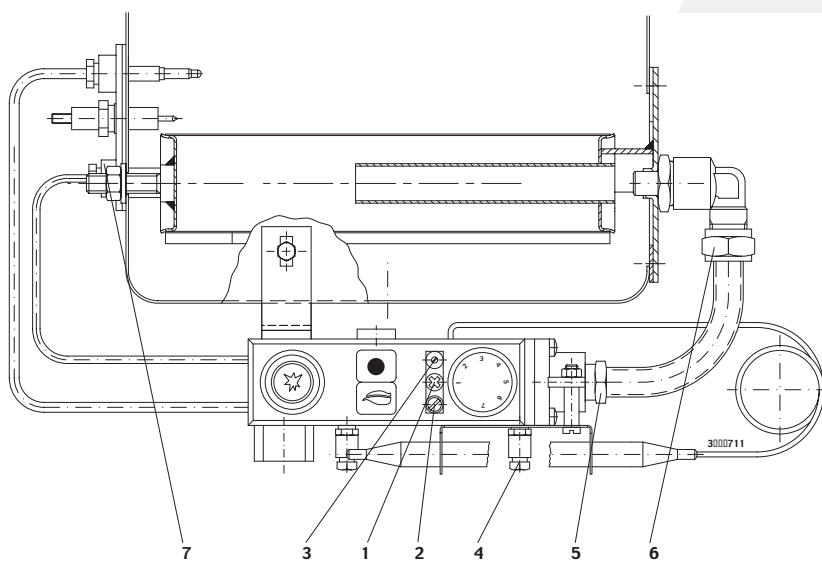
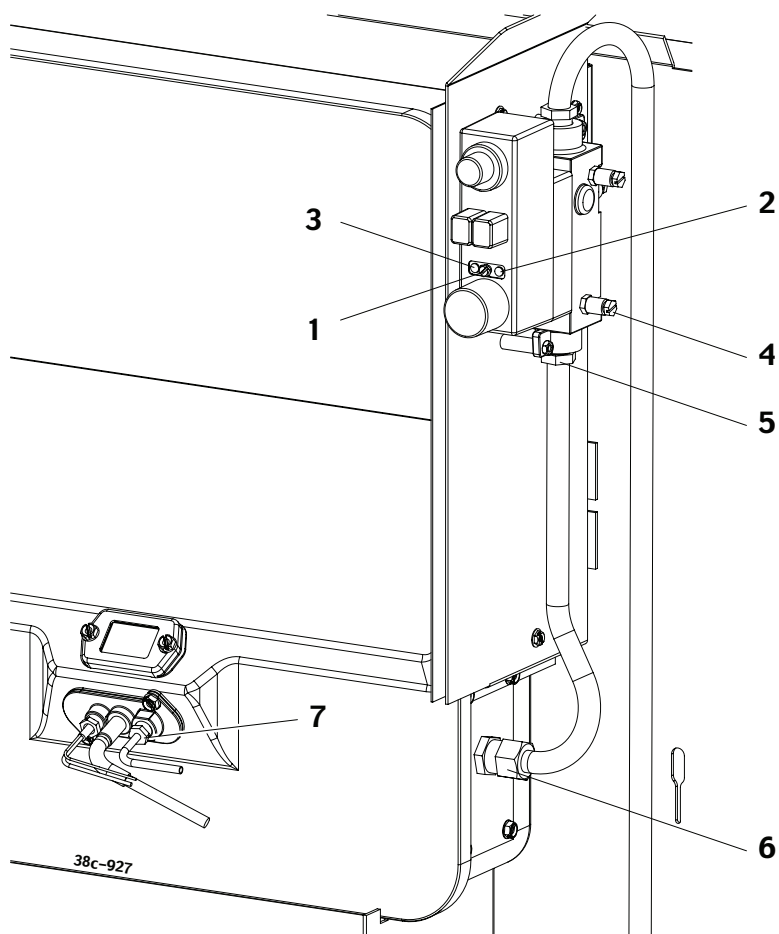

Fig. 13
Fig. 14
1. Cabeça de injector do piloto (fig. 13, pág. 62 / fig. 14, pág. 62)
2. Válvula da grande chama (fig. 13, pág. 62)
2. Válvula da grande chama (fig. 14, pág. 62).
3. Cabeça de injector de ajustamento de precisão (fig. 13, pág. 62). Retire a pequena cobertura com o nome de Junkers da caixa do bloco de controlo de gás. Remova a caixa do bloco de controlo de gás tirando o parafuso (1). Em seguida, remova a cabeça de injector de ajustamento de precisão (3) do lado de cima do bloco de controlo de gás. Coloque a nova cabeça de injector de ajustamento de precisão, apertando-a bem. Coloque a caixa de novo.
3. Cabeça de injector de ajustamento de precisão (fig. 14, pág. 62)
4. Ajustamento da pressão do queimador (fig. 13, pág. 62 / fig. 14, pág. 62)